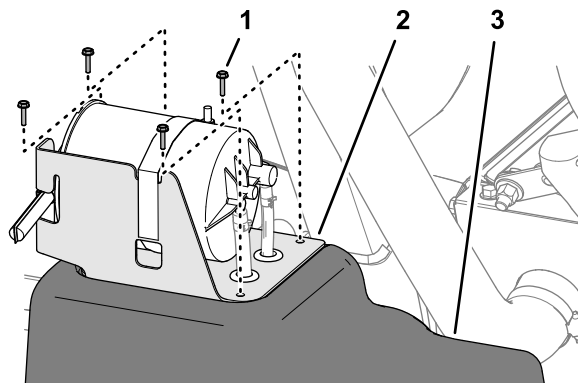

Рисунок 83
2. На топливном баке отверните 4 винта (№ 10 x 3/4 дюйма), которые крепят кронштейн бачка с активированным углем к верхней части топливного бака (Рисунок 83).